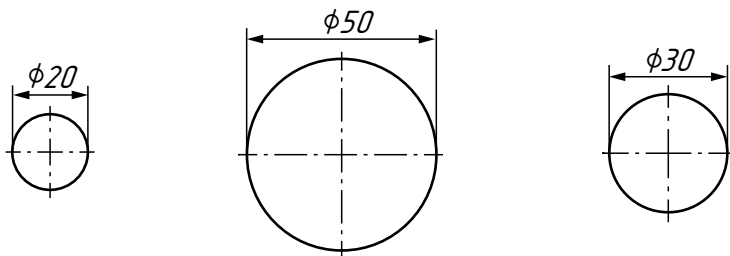

Рис. 35. Круги, изображённые в разном масштабе
2. Измерьте диаметры кругов, показанных на рисунках (рис. 35). Определите масштабы их изображения.